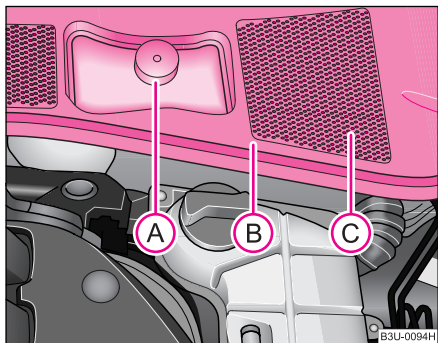

Fig. 163 Compartimentul motor: Rezervorul lichidului de frână
- Scoateți garnitura de etanșare  ♥ fig. 163 parțial, și ridicați capacul .